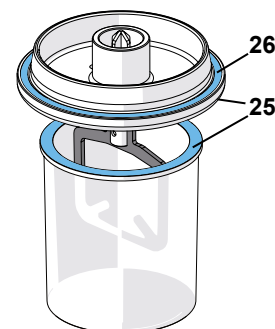

Fig. 10
- ⇒ Le bord du bol et le bord du couvercle (25, Fig. 10) doivent être propres!
- ⇒ Fixer le bol (14) sur l'appareil